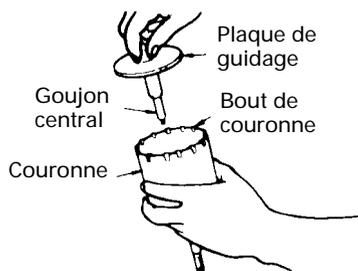

Fig. 17
- (3) Introduire le goujon central dans la plaque de guidage jusqu'à ce qu'il arrête.
- (4) Engager la plaque de guidage dans la couronne et tourner la plaque de guidage à gauche ou à droite de manière à ce qu'elle ne puisse pas tomber, même si elle est orientée vers le bas (Fig. 17).